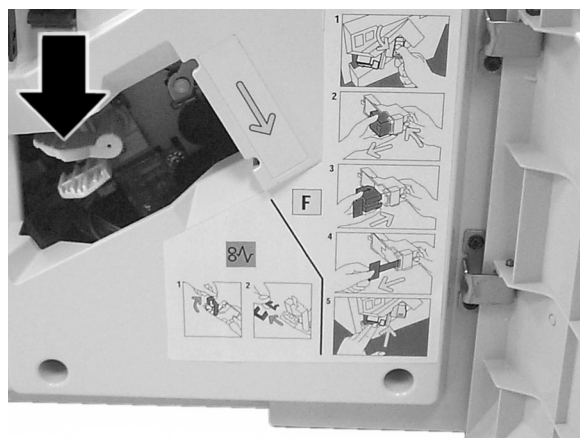

Figura 3: Premir a Alavanca de Desengate Dourada
- 2 Aperte a Alavanca de Desengate Dourada até que o Cartucho de Agrafos seja libertado (Figura 3).